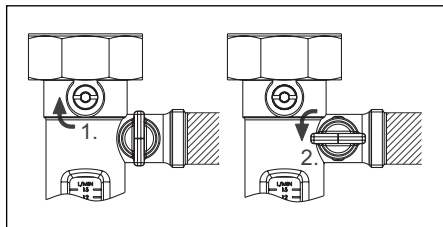

Fig. 6.15 Clapet ATS et robinet de vidange à tournant sphérique
3. Fermer le robinet à tournant sphérique supérieur du débitmètre en mettant la vis de réglage en position horizontale. Ouvrir le robinet à tournant sphérique latéral du débitmètre en le tournant de 90° vers la gauche (fig. 6.15).